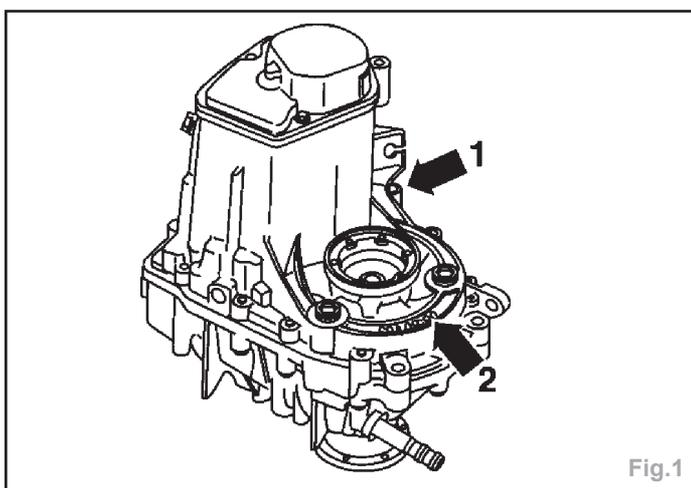

Fig.1
- Lettres-repères et date de fabrication de la boîte de vitesses (flèche 1) (Fig.1).
- BV mécanique 085 (flèche 2) (Fig.1).